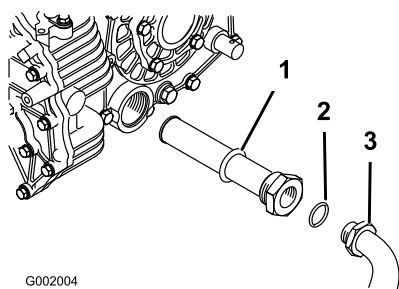

Figure 68
5. Déposez le flexible hydraulique et le raccord à 90° (Figure 68).